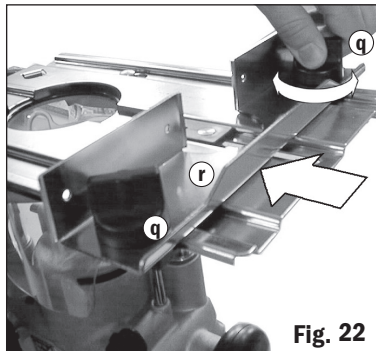

Fig. 22
4. Desserrez les boutons du guide (q) de quelques tours et faites glisser le guide (r) sur la base à partir de l'extrémité choisie. **Fig. 22.**